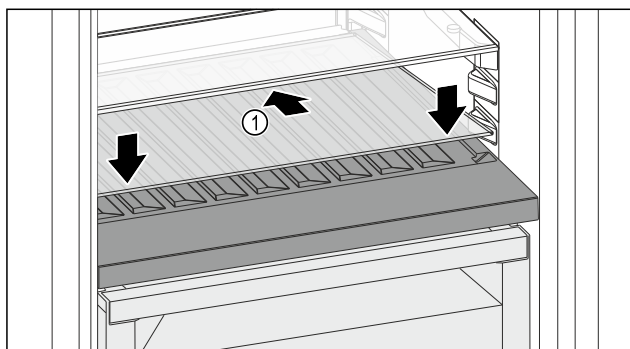

Fig. 176
- Placer la plaque de verre Fig. 176 (1) en biais et inclinée vers le bas.
- Abaisser l'avant de la plaque de verre Fig. 176 (1).